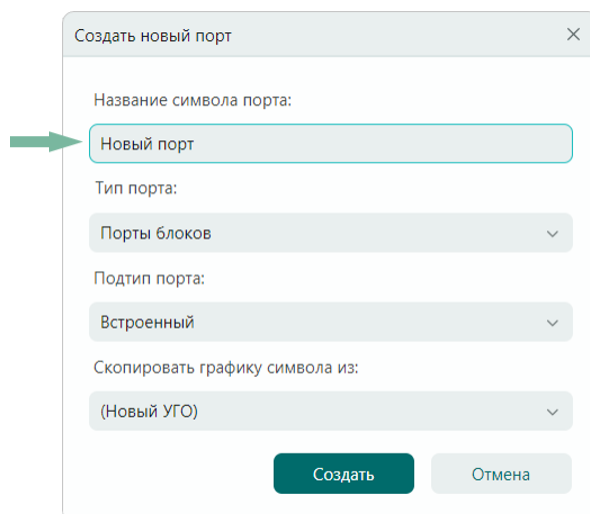

Рис. 69 Ввод названия нового порта
3. В окне «Создать новый порт» введите название для создаваемого символа порта, см. Рис. 69.